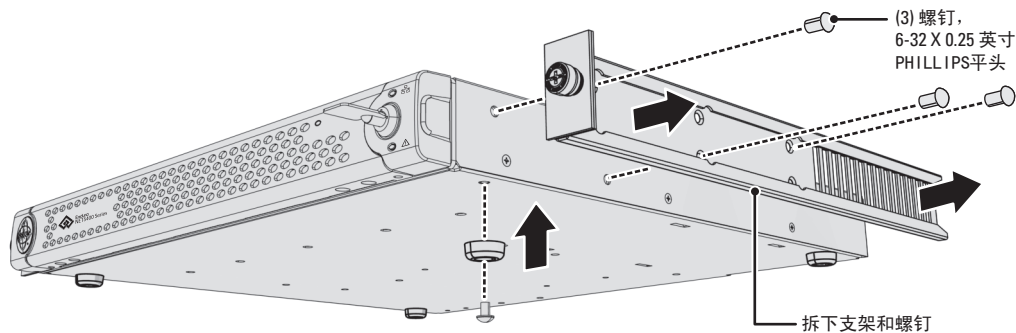

图 5. 橡胶脚垫的安装与托架的拆除
1. 确保安装有橡胶脚垫，以防止表面损坏。使用四个 8-32 x 0.25 英寸 Phillips 盘头螺钉（随机提供）将每个橡胶脚垫固定到设备的底部面板（请参见图 5）。